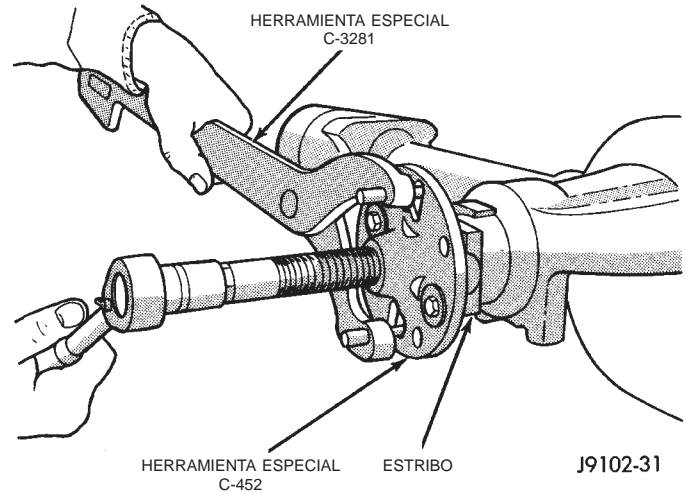

Fig. 45 Desmontaje del estribo del piñón
(5) Con el extractor C-452 y la llave C-3281, retire el estribo del piñón del eje (Fig. 45).